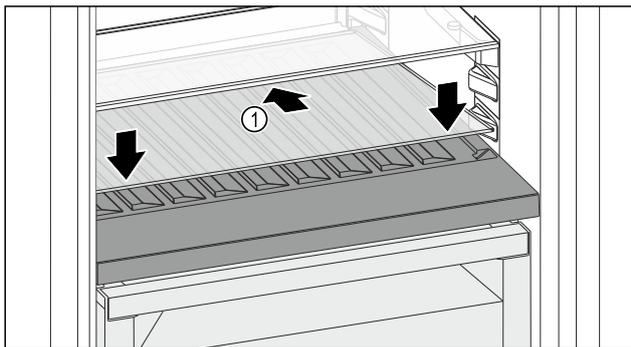

Fig. 80
- ▶ Glasplatte Fig. 80 (1) schräg und nach hinten unten geneigt ansetzen.
- ▶ Glasplatte Fig. 80 (1) vorne absenken.